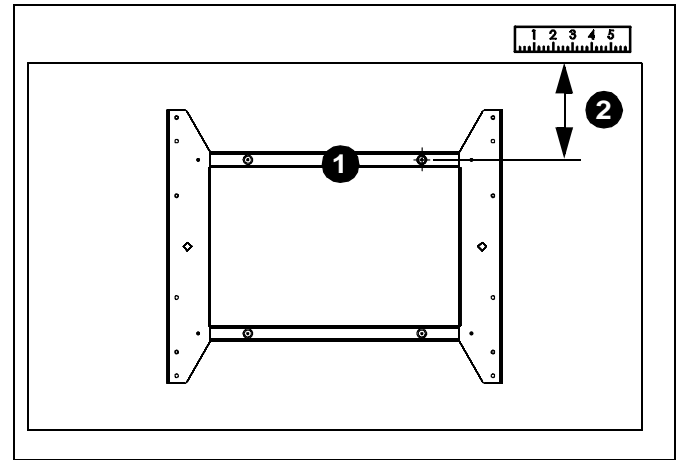

Figura 2
**IMPORTANTE:** Si la medida tomada en la Figura 2 es superior a 342,9 mm (13,5 pulgadas), deberá ajustar la placa frontal antes de montar el televisor. Si la medida tomada en la Figura 2 es inferior a 342,9 mm (13,5 pulgadas), continúe con la sección "Instalación y tendido de cables".
A la medida determinada en la Figura 2, reste 342,9 mm (13,5 pulgadas). La diferencia entre ambos valores es la medida total que deberá ajustarse la placa frontal.